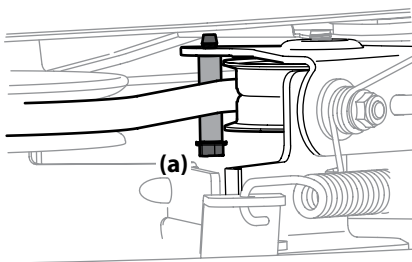

Figura 4-14
- Extraiga el guardacorrea (plataformas de 30" solamente) extrayendo el perno hexagonal (a) que la sujeta. Consulte la Figura 4-14.